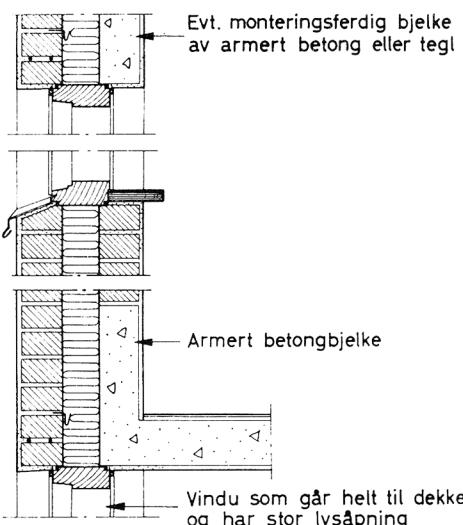

Fig. 233a
- 233 Når det dreier seg om særlig store spenn eller belastninger, kan det bli aktuelt å bruke bjelker av armert betong, som vist på fig. 233a. Dragerne inngår som en del av utvendig og/eller innvendig vange, men slik at hulrommet med mineralull går ubrott forbi bjelkene. Det kan også brukes monteringsferdige bjelker av armert betong eller tegl. Det må alltid være en klaring på 2-3 mm mellom bjelke og toppkarm for å unngå at karmen blir belastet ved nedbøyinger. Bjelke med takskjerm for inngangsdør er vist i fig. 233b.